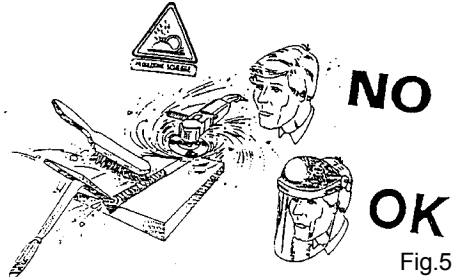

Fig.5
• En las elaboraciones mecánicas de molido, cepillado, martillado, etc., de las piezas soldadas, lleven siempre gafas de protección con cristales transparentes para evitar que las astillas u otras partículas extrañas puedan dañarles los ojos (Fig. 5).